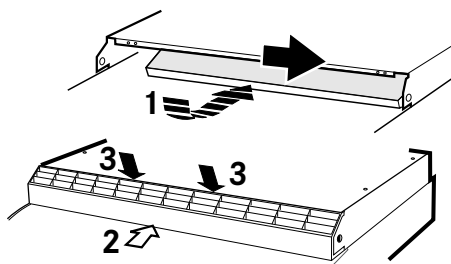

Fig. 12
Kontrollér, at filterholderen er placeret, så den dækker udgangsåbningen på emhætten (1). Skyd fronten ind, så den klikker fast i begge sider (2), og tryk derefter let på frontens overside, så den klikker fast i den rigtige position (3). Fig. 12